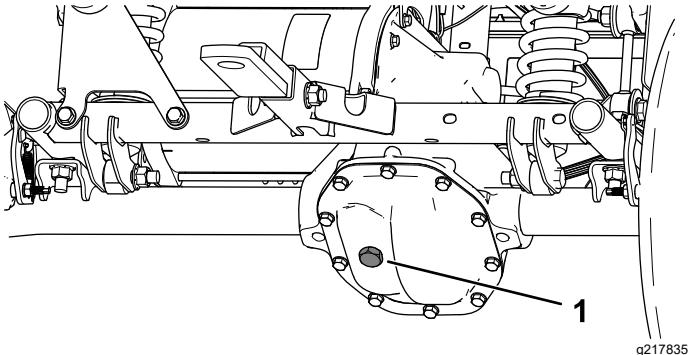

Figura 54
1. Retire el tapón de llenado del transeje (Figura 54).
2. Si el nivel de fluido es bajo, retire el tapón de llenado y añada el fluido especificado hasta que salga del orificio (Figura 54).
4. Retire el tapón de llenado del transeje, y llene el transeje con el fluido especificado hasta que salga del orificio de llenado (Figura 54).